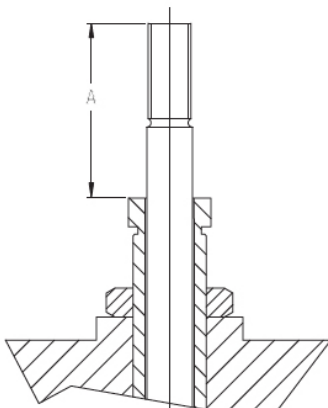

Figura 04
8.1.3 Anote a dimensão A, conforme Figura 04, esta informação será necessária para, posicionar o parafuso de regulagem (20) quando da remontagem da válvula.